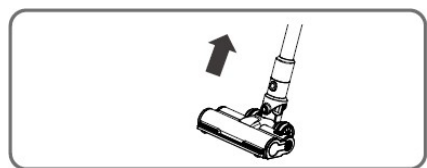

Abbildung 4
- Um die Bürste zu entfernen, halten Sie sie mit einer Hand fest und drücken Sie mit der anderen Hand den Knopf, während Sie die Bürste herausziehen. (Abbildung 4)